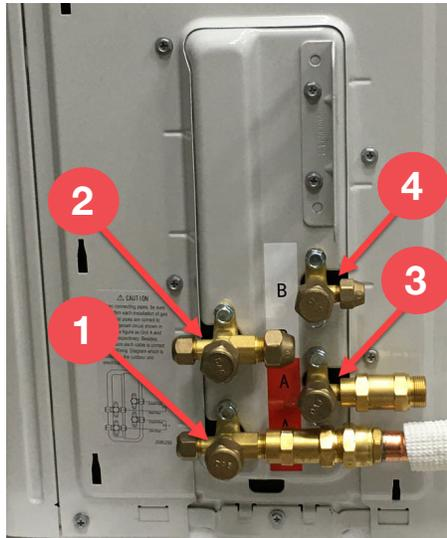

Figure 7.2
- Retirer les capuchons des valves inférieures à l'aide d'une clé à molette. À l'aide d'une clé hexagonale de 5 mm, placer la clé à l'intérieur de la valve inférieure et tourner lentement dans le sens inverse des aiguilles d'une montre jusqu'à atteindre la butée. Ouvrir les valves dans l'ordre donné à la figure 7.2. Ensuite, revisser le capuchon sur la valve et serrer pour assurer une bonne étanchéité. Répéter la même procédure pour le reste des zones.